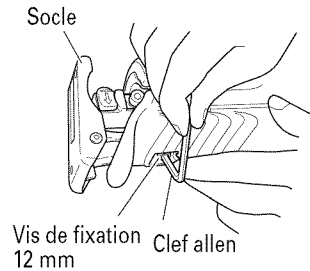
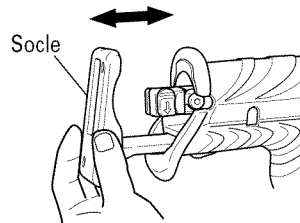

Fig. 13
Fig. 14
- (2) Si l'on desserre l'une des vis de fixation du socle avec la clé allen fournie, on pourra régler la position d'installation du socle. (Fig. 13, Fig. 14)